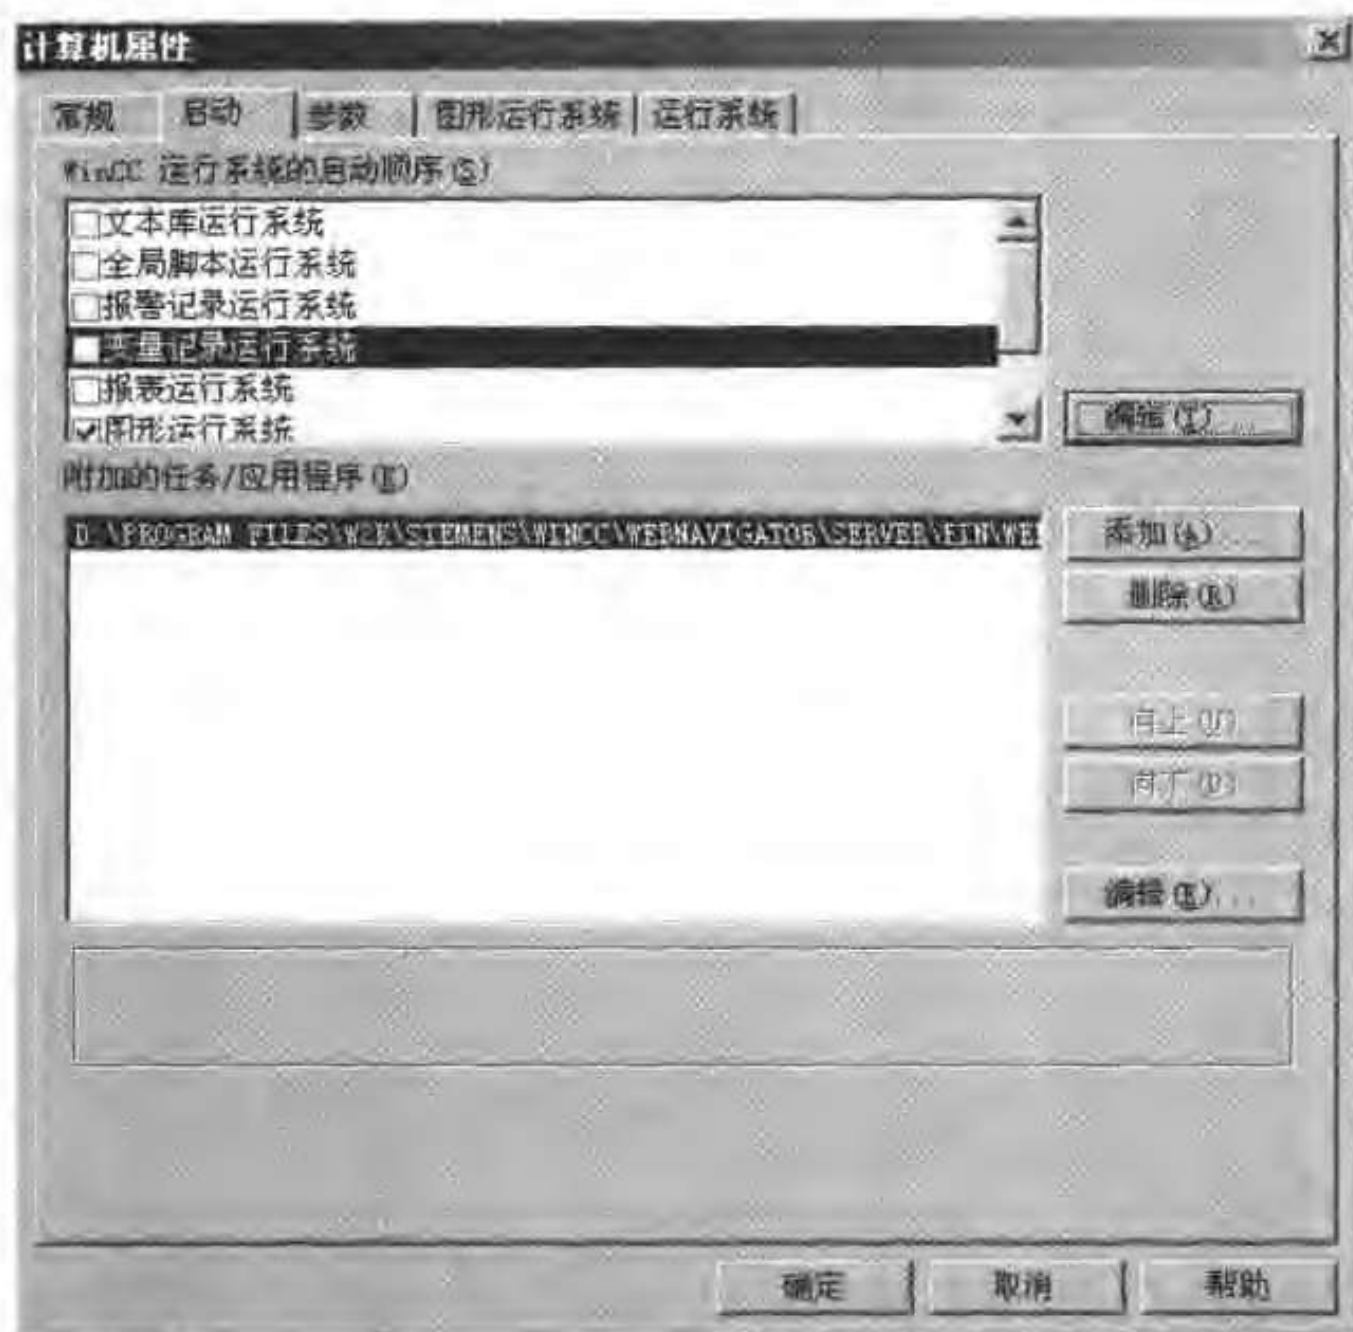

图 4-8 “计算机属性”对话框“启动”选项卡
- 在浏览窗口中选择“计算机”,在右边的数据窗口中选择需要修改的计算机,并从快捷菜单中选择“属性”菜单项,在随后打开的对话框中选择“启动”选项卡,如图 4-8 所示。